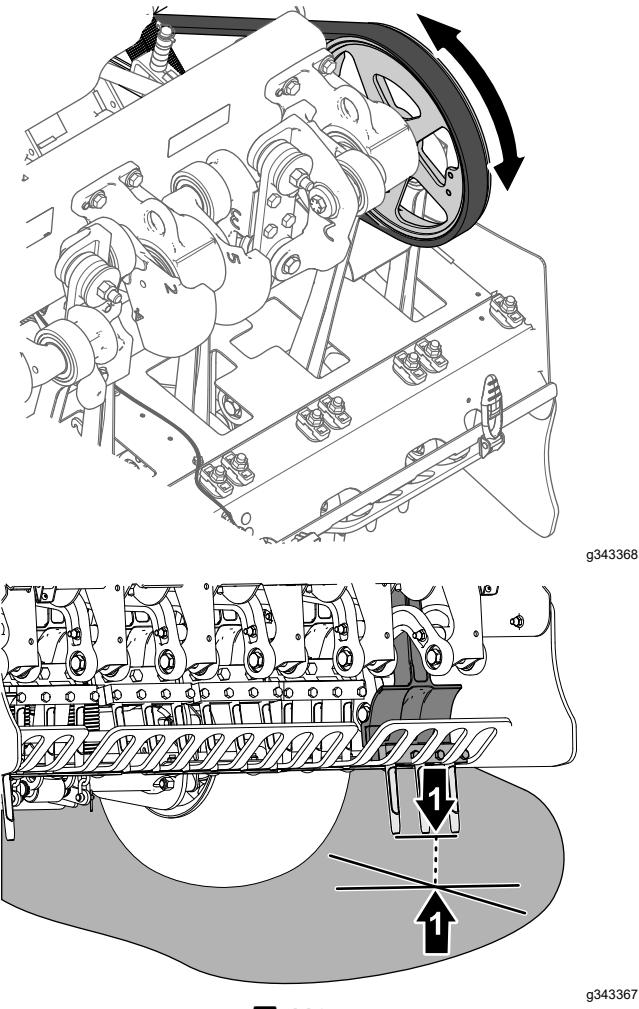

图 113
4. 旋转打孔头皮带轮 图 113 直至最外边的打孔针最接近地面。